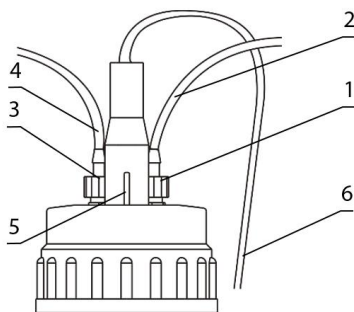
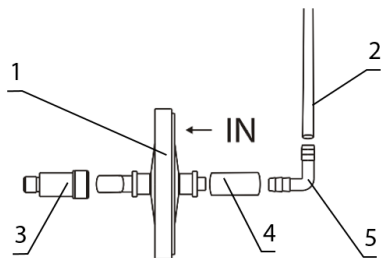
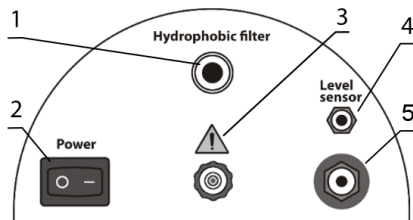

Рисунок 4. Крышка FTA-2i
Рисунок 6. Установка фильтра FTA-2i.
Рисунок 7. Задняя панель FTA-2i.
1. Крышка (см. рис. 4).
- Соберите фильтр (рисунок 6) и присоедините к разъёму насоса на задней стороне прибора (рис. 7/1).
Внимание! Установите фильтр так, чтобы маркировка **IN** была развёрнута от прибора (рис. 6/1).
- Присоедините фитинг (рис. 4/1) трубки с фильтром (рис. 4/2) к разъёму с **белым** кольцом на крышке.
- Убедитесь, что фильтр плотно сидит в гнезде крышки (рис. 7/1).
- Присоедините фитинг (рис. 4/3) трубки для жидкостей (рис. 4/4 и 5/3) к разъёму с **синим** кольцом на крышке.
- Присоедините провод датчика (рис. 4/5) к крышке и к разъёму на задней стороне прибора (рис. 7/4).
- Подключите внешний блок питания к разъёму на задней стороне прибора (рис. 7/5) и расположите его так, чтобы обеспечить свободный доступ к розетке и выключателю.
8.1 Различные аэрозоли и пары летучих и опасных веществ могут воздействовать на отдельные части прибора. В таблицах 1 и 2 ниже указаны совместимости материалов **FTA-1** и **FTA-2i** с распространёнными лабораторными химикатами. При работе с **FTA-2i** с летучими и опасными веществами, необходимо использовать выхлопной штуцер (рис. 7/3), соединив его трубкой с требуемой фильтрацией, или поместив весь прибор в вытяжной шкаф. В модели **FTA-1** нет выхлопного штуцера, необходимо поместить весь прибор в вытяжной шкаф. Перед продолжительной работой с конкретным химикатом, проверьте совместимость деталей. Biosan не гарантирует, что данные в таблице всесторонне и точно охватывают все материалы и применения.